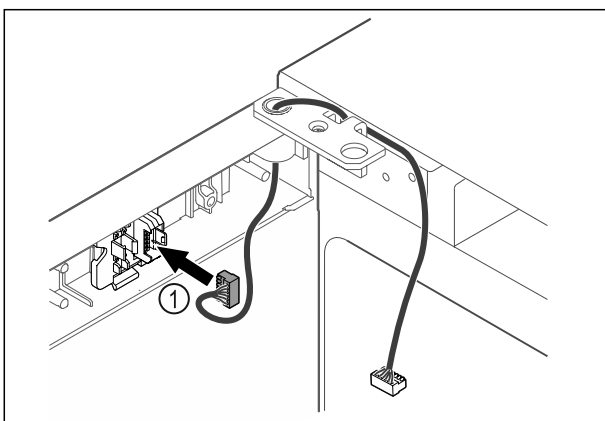

Fig. 48
- ▶ Įkiškite kištuką Fig. 48 (1) į kištuko laikiklį.